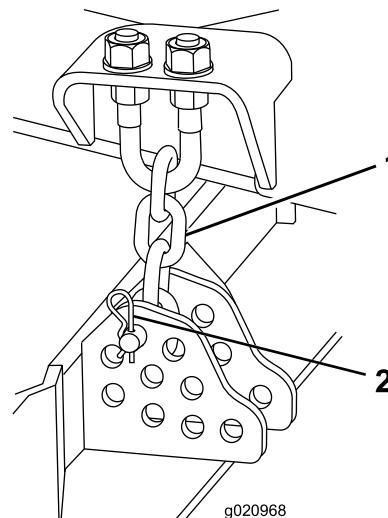

Figure 17
5. Enlevez la goupille fendue et l'axe de chape qui fixent les chaînes de hauteur de coupe à l'arrière du plateau de coupe (Figure 17).